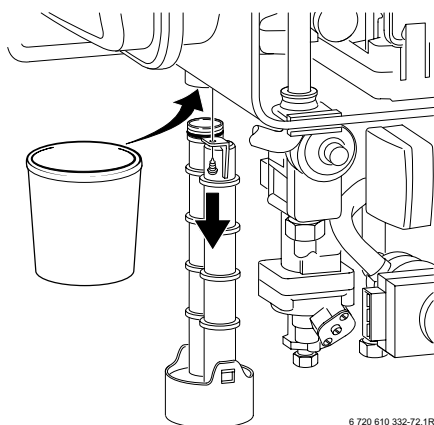

Fig. 76
- Svitare completamente il sifone di scarico condensa (vedere pag. 45, Fig. 76) e controllare che il passaggio dello scambiatore primario non sia ostruito.